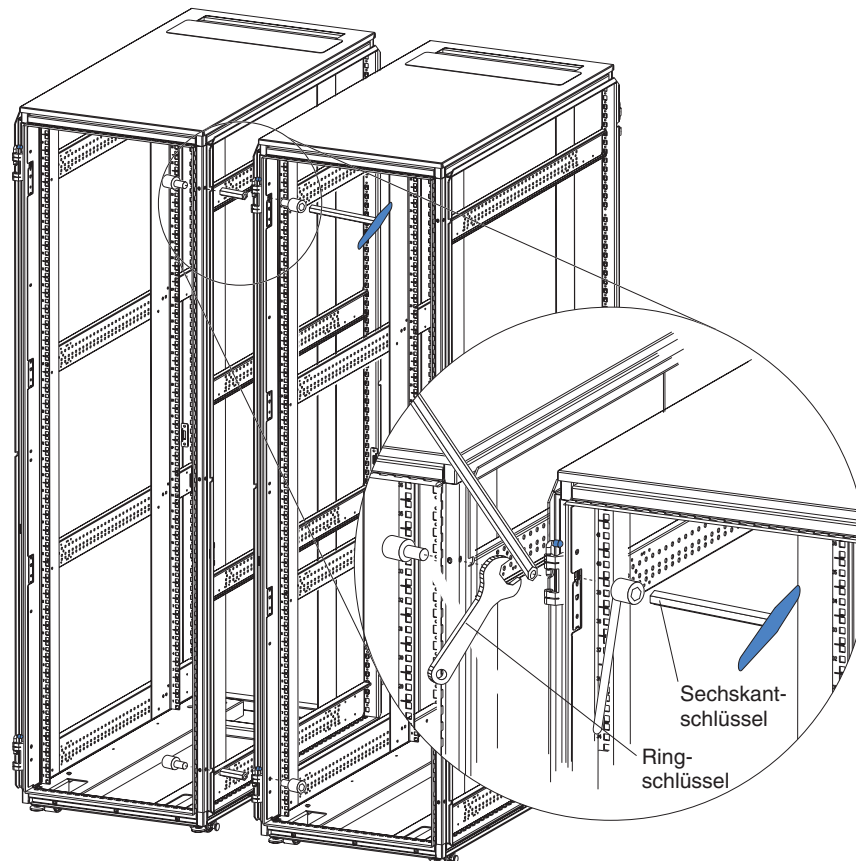

Abbildung 15. Standard- und Erweiterungs-Gehäuserahmen vom Typ S2 42U miteinander zu einer Reihe verbinden
2. Führen Sie einen im Lieferumfang des Erweiterungs-Gehäuserahmen enthaltenen Verbindungsstift in die obere Bohrung an der Vorderseite des Standard- und des Erweiterungs-Gehäuserahmens ein, wie in Abb. 15 dargestellt. Die Bohrung befindet sich hinter dem oberen Scharnier.